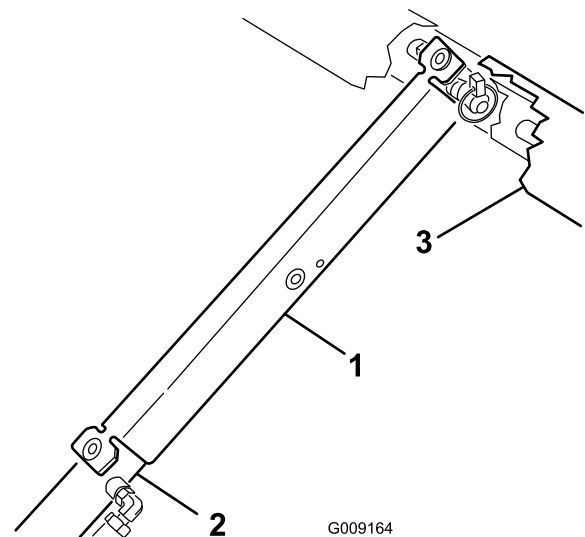

図 34
3. サポートをシリンダ・ロッドにはめ込み、サポートの端部でシリンダ・バレルの端とシリンダ・ロッドの端を確実に支える（図 34）。